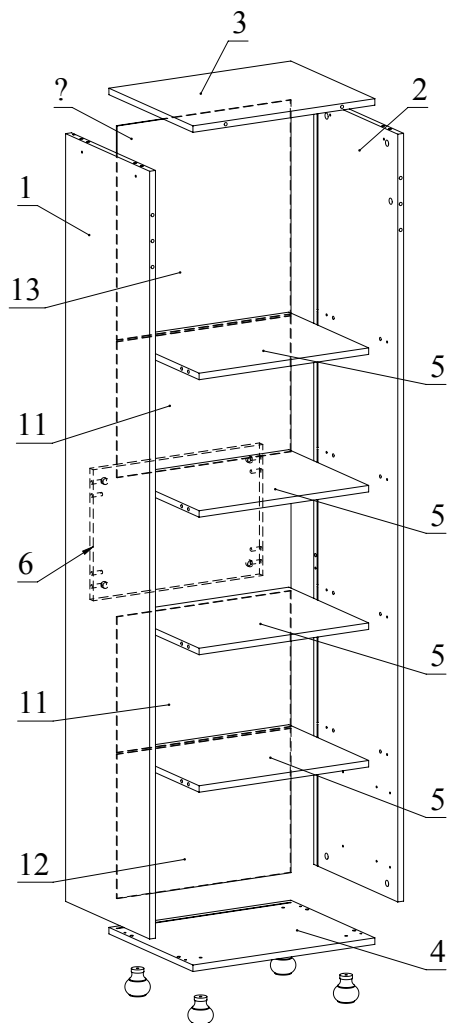

Рис.5
4. В паз детали 1 вставьте детали 12, 13 и 11. Установите деталь 2 на детали 5 (4шт.) и 6 и зафиксируйте, повернув конфирматным ключом головки минификсов по часовой стрелке до упора (Рис. 5). Установите деталь 3 на детали 1, 2 и зафиксируйте, повернув конфирматным ключом головки минификсов по часовой стрелке до упора.
5. Установите деталь 4 на детали 1, 2 и зафиксируйте, повернув конфирматным ключом головки минификсов по часовой стрелке до упора. Прикрутите при помощи конфирматов опоры на деталь 4 (Рис.5).